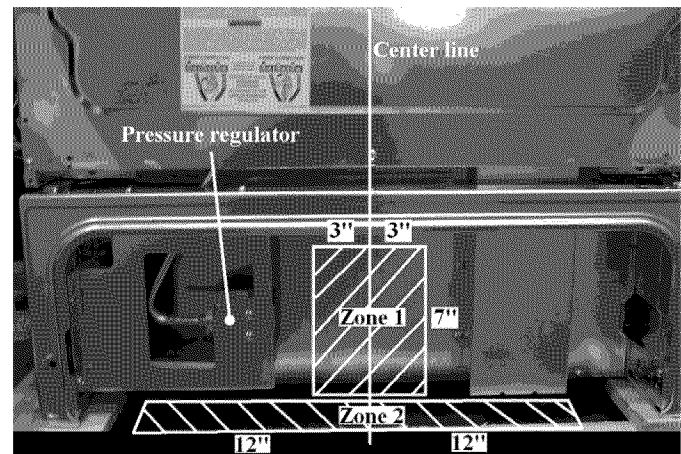

Figura 8
**La tubería de suministro de gas puede salir tanto de la pared (Figura 8, zona 1) o como del piso (Figura 8, zona 2):**